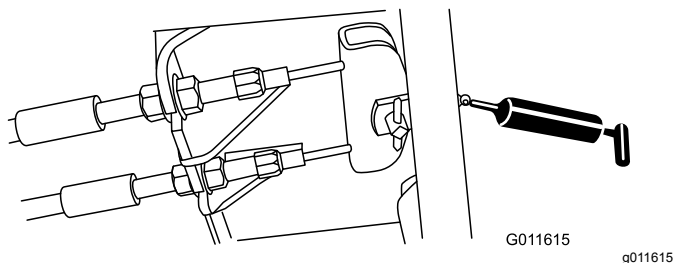

Figure 68
- Pédale de frein (1) (Figure 68)